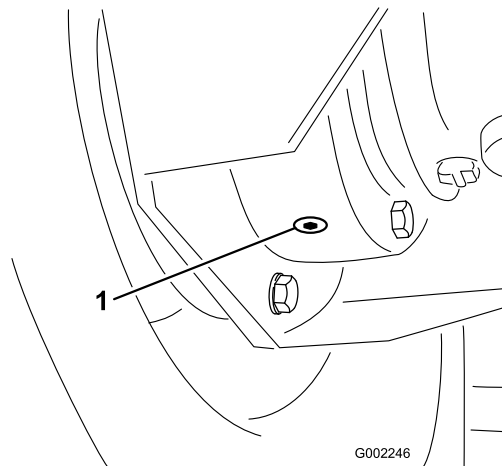

Figure 82
4. Placez un bac de vidange sous le bouchon de vidange intérieur du carter de frein et retirez le bouchon (Figure 82).